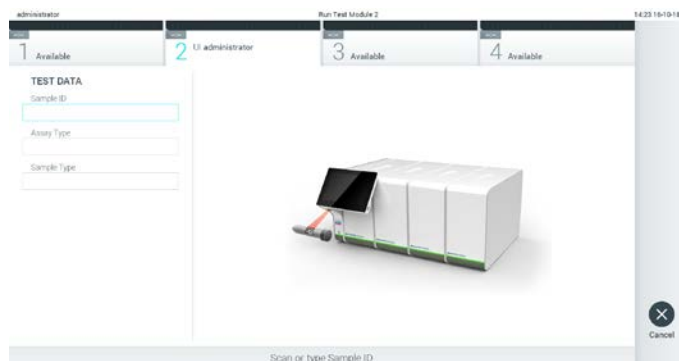

Abbildung 72: Scannen des Proben-ID-Barcodes
2. Scannen Sie nach Aufforderung den Proben-ID-Barcode mit dem im Betriebsmodul integrierten Barcodeleser (Abbildung 72).